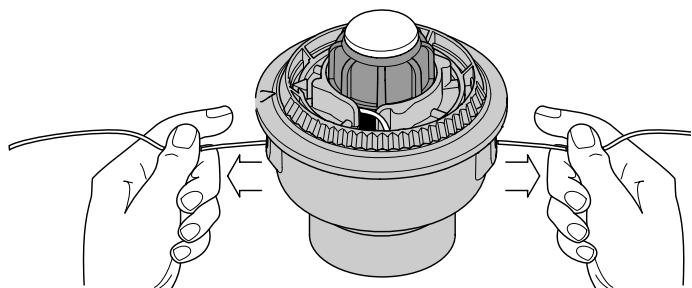

Fig. 17
9. Si el bobinado de la línea se torna difícil o la línea se enreda, tire de los extremos de la línea de la bobina. Continúe bobinando el carrete interior en sentido antihorario (Fig. 17).